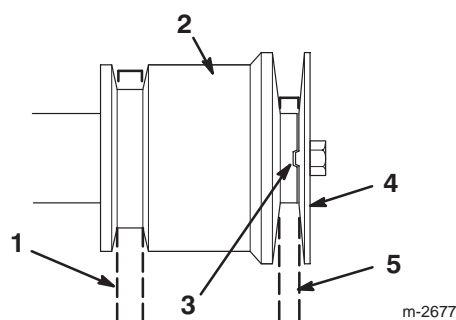

Figure 30
Remarque : Ne pincez pas la courroie d'entraînement de traction (Fig. 30).
15. Remontez la poulie à gorge du moteur en prenant soin de bien engager le relief d'indexation dans le creux d'indexation de la poulie du moteur (Fig. 30).
16. Fixez la poulie à gorge avec la rondelle, la rondelle-frein et le boulon du vilebrequin (Fig. 30).
Remarque : Ne pincez pas la courroie d'entraînement de tarière/roue hélice (Fig. 30).
Remarque : Contrôlez que le relief d'indexation de la poulie à gorge du moteur est bien engagé dans le creux d'indexation de la poulie du moteur centrale. Ne pincez pas la courroie (Fig. 30).